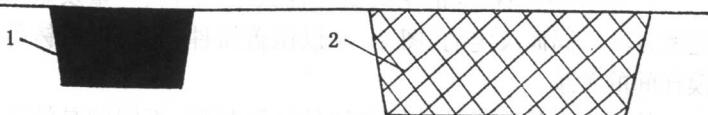

图 2-2 芯头涂色标记
(1)芯头:用黑色涂满或用黑粗线条画交叉线,并注明砂芯编号(图 2-2)。